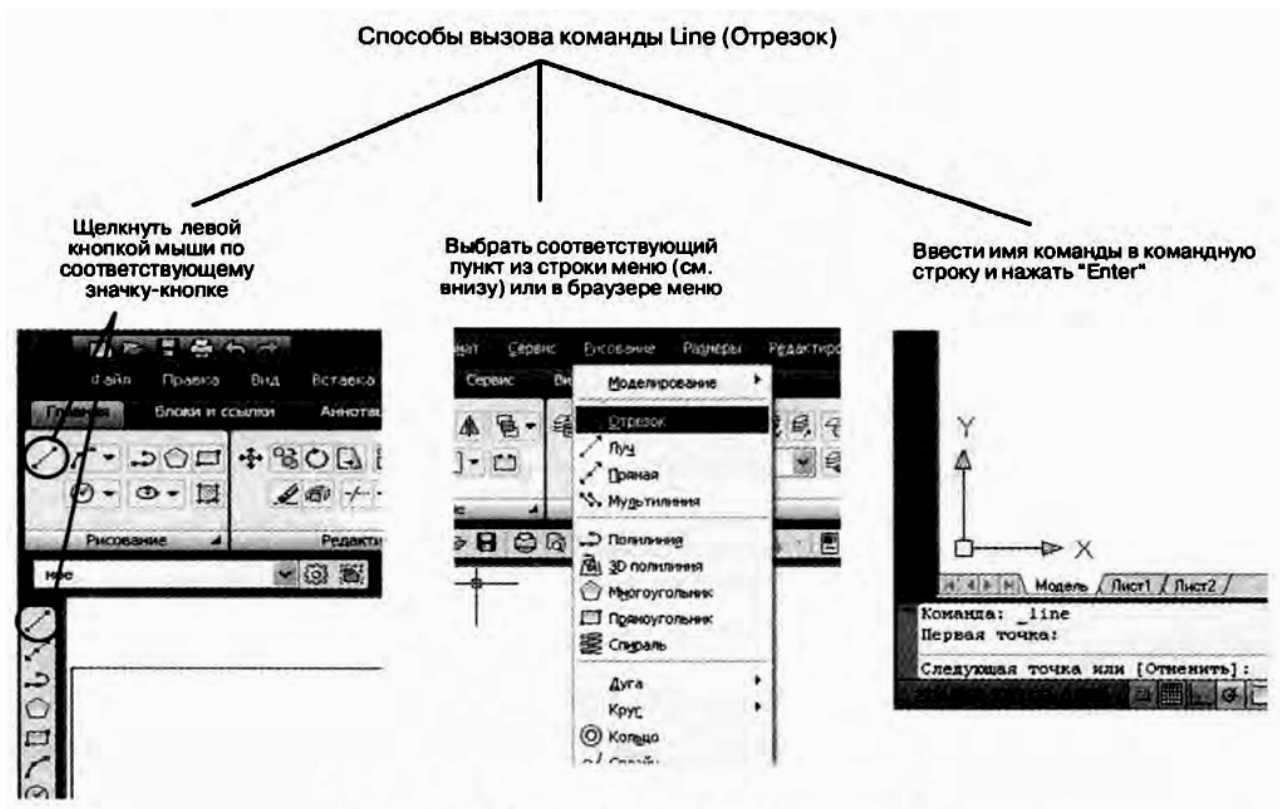

Рисунок 9 – Способы вызова команд
- Каждая команда может быть вызвана, как правило, тремя способами (рисунок 9): щелчком левой кнопкой мыши по соответствующей кнопке на соответствующей панели инструментов или на ленте инструментов; выбором из строки меню (точнее, из его подменю или подподменю – если строка меню у вас отображена); вводом ее имени в командную строку и нажатием после этого клавиши «Enter».